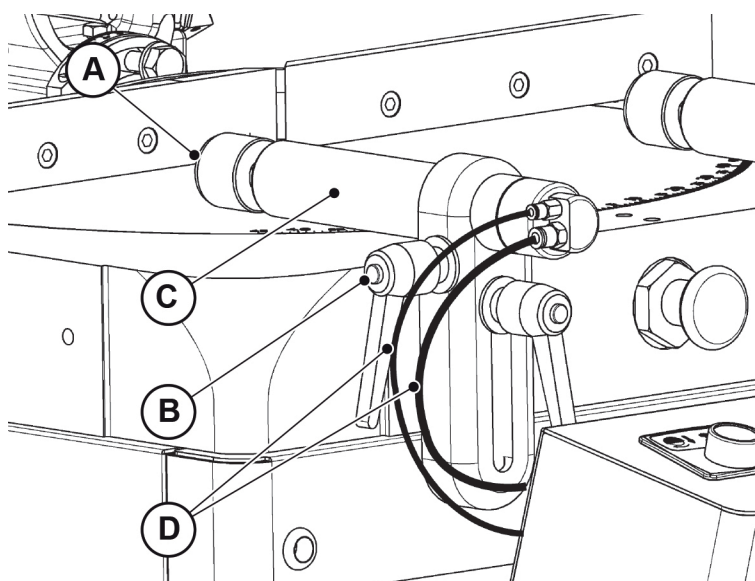

Fig. 09-15
- Desenroscar el tampón "A" (Fig. 09-15) de la mordaza (véase **Cap. 9.2.3**).
- Aflojar la manilla posicionable "B" (Fig. 09-15) y extraer el cilindro "C" (Fig. 09-15).
- Desconectar los conductos del aire "D" (Fig. 09-15).